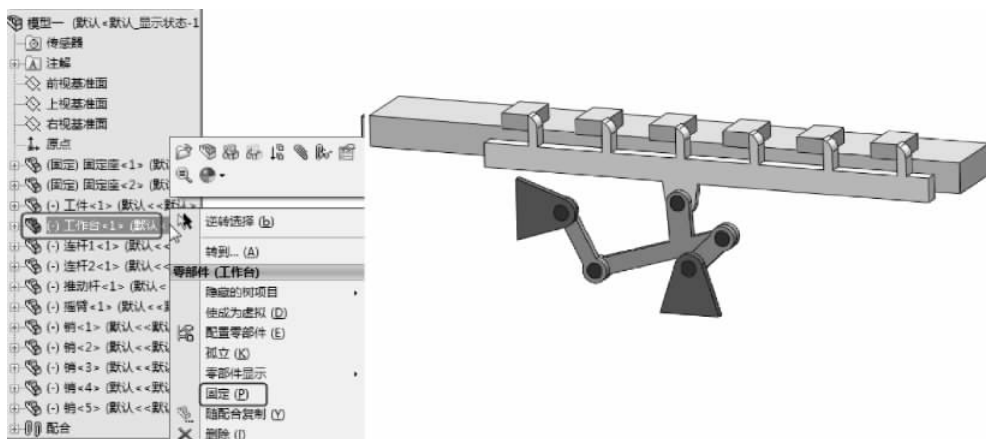

图 3-240 固定零部件
(29) 调整工作台和连杆之间的位置,在装配体设计树中右击【工作台】,在快捷菜单中选择【固定】命令,如图 3-240 所示。